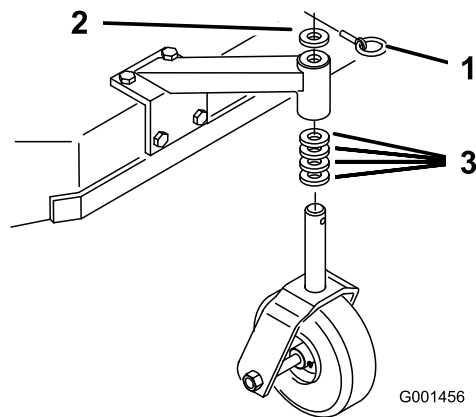

Figura 17
- Servendovi della tabella dell'altezza di taglio per trovare le corrispondenze, regolate i distanziali delle ruote orientabili in base al foro scelto per il ponte (Figura 17).
- Staccate il perno di bloccaggio, estraete la ruota orientabile dal supporto e cambiate i distanziali (Figura 17).
- Montate la ruota orientabile nel supporto e inserite il perno di bloccaggio (Figura 17).